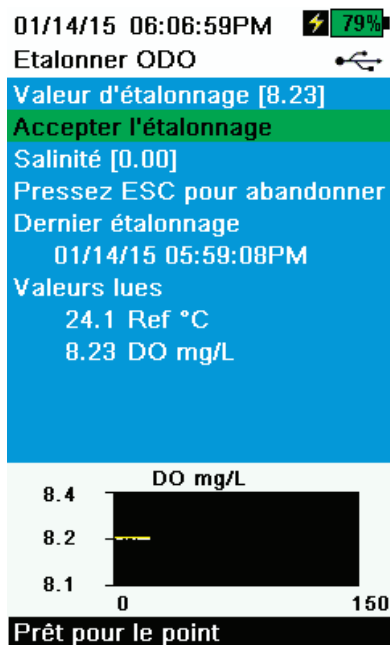

Figure 48 Étalonner les mg/l d'ODO
5. Observez les lectures de mesure réelles (la ligne blanche du graphique n'indique aucun changement important pendant 40 secondes), puis sélectionnez **Accepter l'étalonnage** (Figure 48). La mention « Étalonnage réussi ! » s'affiche dans la zone de messages.